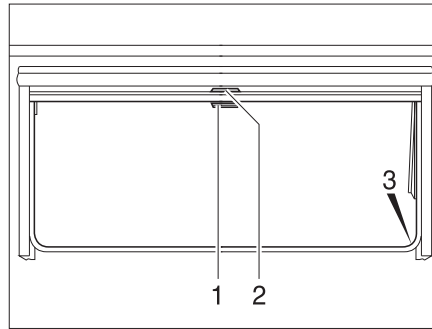

Fig. 73 Ventana abatible
- Tirar del asidero (Fig. 73,2) de la persiana oscurecedora enrollable hacia abajo. Cuando la persiana oscurecedora enrollable se cierre por completo, encajarla en el bloqueo (Fig. 73,3) a ambos lados del marco de la ventana.
- Cuando la persiana oscurecedora enrollable está completamente cerrada: Presionar el tirador (Fig. 73,2) hacia abajo y tirarlo ligeramente hacia dentro. Desenganchar la persiana oscurecedora enrollable de los bloqueos a izquierda y derecha del marco de la ventana.
- Cuando la persiana oscurecedora enrollable se encuentre en una posición intermedia: Tirar ligeramente del asidero (Fig. 73,2) hacia abajo, hasta que se hay soltado el bloqueo.
- Tirar hacia abajo de la mosquitera enrollable (Fig. 73,1) y engancharla en el bloqueo (Fig. 73,3) a ambos lados del marco de la ventana.
- Presionar el tirador (Fig. 73,1) hacia abajo y tirarlo ligeramente hacia dentro. Desenganchar la mosquitera enrollable de los bloqueos a izquierda y derecha del marco de la ventana.